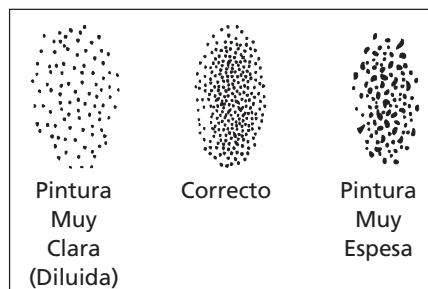

Figura 6 - Consistencia del patrón
- Oprima el gatillo rápidamente mientras gira la perilla de control en sentido contrario al de las agujas del reloj. Observe el patrón en la pieza de prueba y ajuste la perilla de control de fluido hasta que obtenga el patrón (atomización) deseado (Vea la Figura 6).